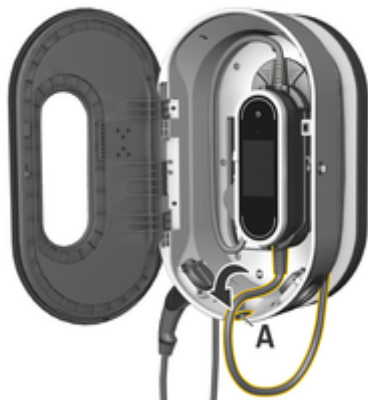

Fig. 19: Ligar a unidade de comando
3. Passe o cabo do veículo através da abertura **A** (Fig. 19) e enrole qualquer excesso de cabo em torno da estação de carga.